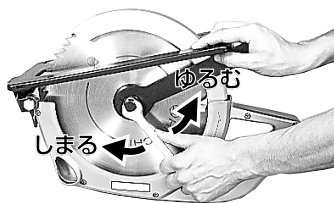

図 14
- (1) 切込み量を最大にし、図 14 のように本機を逆さにします。
- (2) 付属のスパナで、ボルトをはずします。
(図 14)